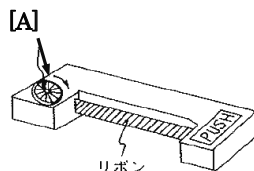

図2 リボン
- ②図2中[A]部を矢印方向に回して、リボンのたるみを無くしてください。